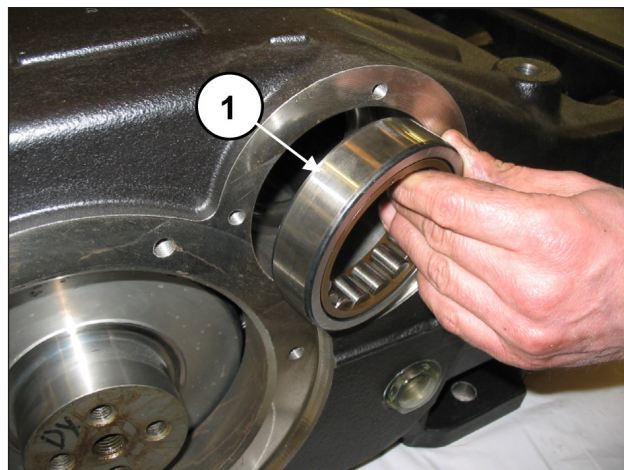
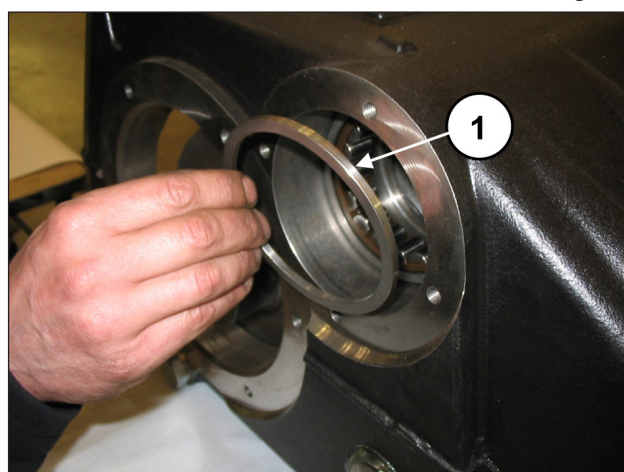
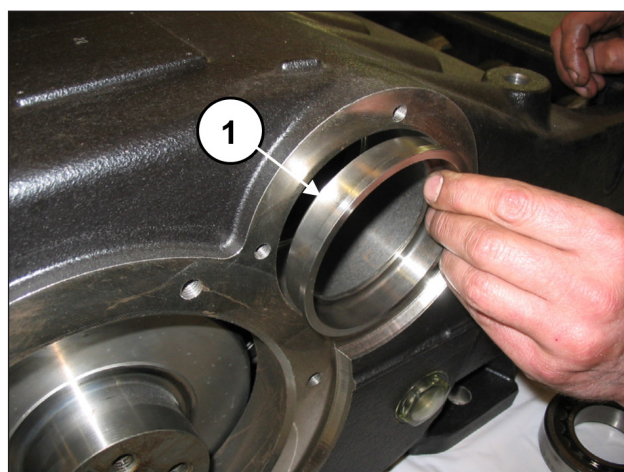

Fig. 36
Fig. 37
Fig. 38
Mediante o uso de uma barra suficientemente longa (pos. ①, Fig. 36) e de um mecanismo de percussão, extraia do cárter da bomba os anéis dos rolamentos (pos. ①, Fig. 36), o espaçador do rolamento externo (pos. ①, Fig. 37) e o casquilho de lubrificação dos rolamentos (pos. ①, Fig. 38).